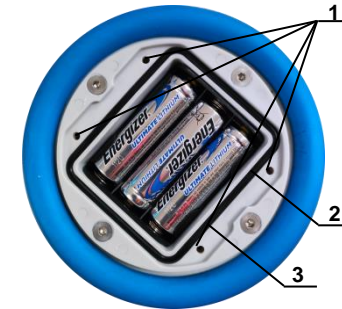

Рисунок 2.2
2.4.4 В тыльной части корпуса МТИ-100/М2, МТИ-100Ех/М2 расположен батарейный отсек (см. рисунок 2.2).
2.4.4.1 Внутри корпуса МТИ-100/М2НГ, МТИ-100Ех/М2НГ расположен батарейный отсек (см. рисунок 2.2а).
Рисунок 2.2а